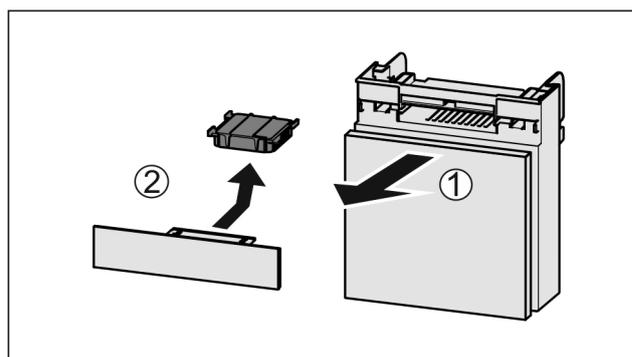

Fig. 164
- ▶ Extraire le compartiment par l'avant Fig. 164 (1).
- ▶ Sortir le filtre à charbon actif Fig. 164 (2).